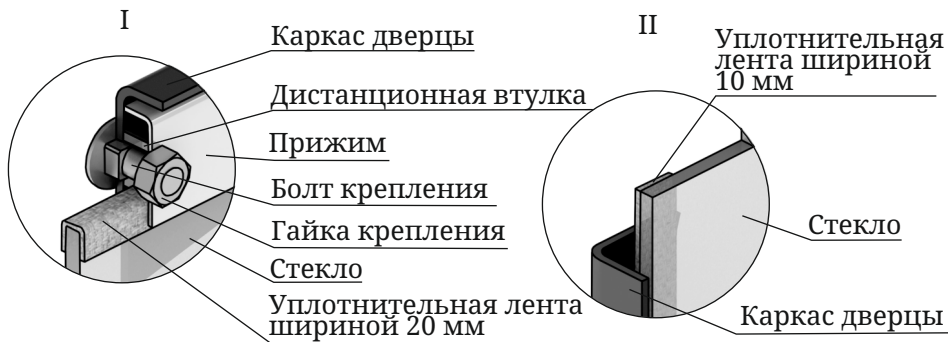

Рисунок 6. Крепление светорозрачного экрана дверцы
1. Открутите две гайки, фиксирующие прижим (рисунок 6.И), и демонтируйте его и дистанционные втулки.
3. Возьмите новое стекло, если на нем нет уплотнительных лент, наклейте их: лента шириной 20 мм наклеивается сверху и снизу стекла «П»-образно (рисунок 6.И), лента шириной 10 мм наклеивается вертикально, вдоль боковых сторон стекла (рисунок 6.ИІ).
4. Вставьте стекло в упор, при этом лента наклеенная с боковых сторон (вертикальная) должна быть зажата между стеклом и каркасом дверцы (рисунок 6.ИІ).